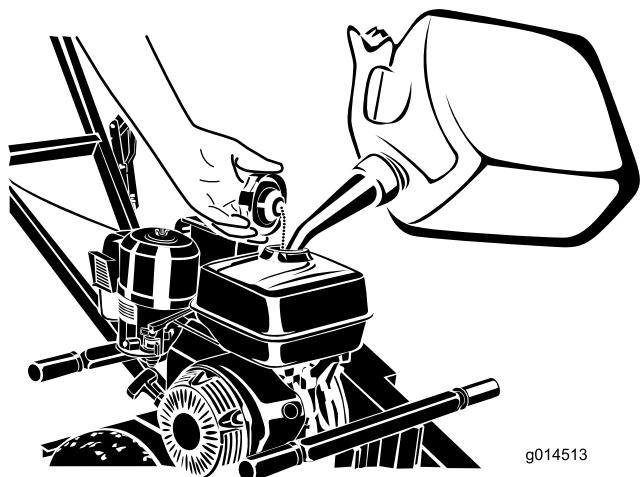

Figura 6
3. Limpie alrededor del tapón del depósito de combustible y retírelo (Figura 6).